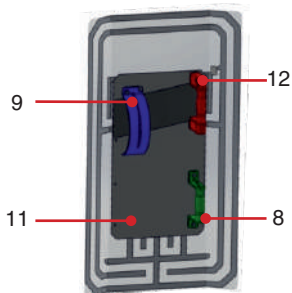
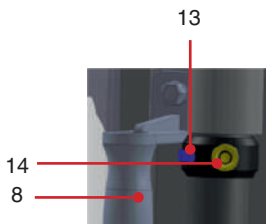

Рис. 4
Рис. 5
1.3.4 На внутренней стороне корпуса изделия исп. «Тип 02» размещены (рис.4):
- рукоятка (8) и ручка (9), предназначенные для удерживания изделия;
- амортизатор (11), предназначенный для дополнительной внутренней изоляции изделия;
- «рукоятка-шокер» (собственное встроенное электрошоковое устройство) (12), предназначенная для обеспечения устойчивого электрического разряда между электродами на внешней стороне изделия.
1.3.5 Рядом с нижней ручкой (8), на электрошоковом устройстве «АИР-107У» в изделии исп. «Тип 01» также находятся (рис. 5):
- предохранитель (13), исключающий случайное включение электрошокового устройства «АИР-107У»;
- кнопка «Пуск» (14).
Поражающее действие изделия «Тип 02» в контактном режиме основано на использовании собственного встроенного электрошокового устройства «рукоятка-шокер» (рис.4), благодаря которому генерируются импульсы тока высокого напряжения и далее с помощью уловителя передаются на внешнюю поверхность изделия.